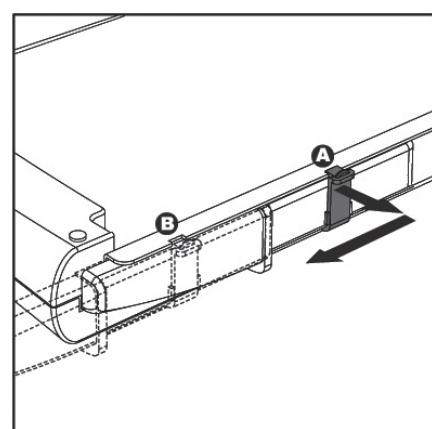

fig. 1
- Le levier de guillotine de la cisaille est bloqué. Dégarez le verrou de blocage vers l'arrière et déplacez-le de A vers B comme indiqué sur la figure (cf. figure 1).